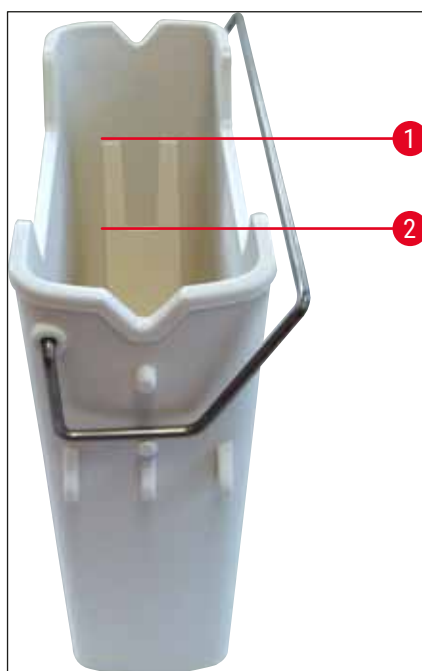

Рис. 67
4. Проверьте, достаточный ли уровень заполнения (→ Рис. 67) и не загрязнен ли реактив. В случае загрязнения перед повторным заполнением необходимо заменить ксилол (→ с. 41 – 4.6.3 Подготовка кюветы для реактивов, заполнение и установка в загрузочное устройство) и очистить кювету для реактивов.